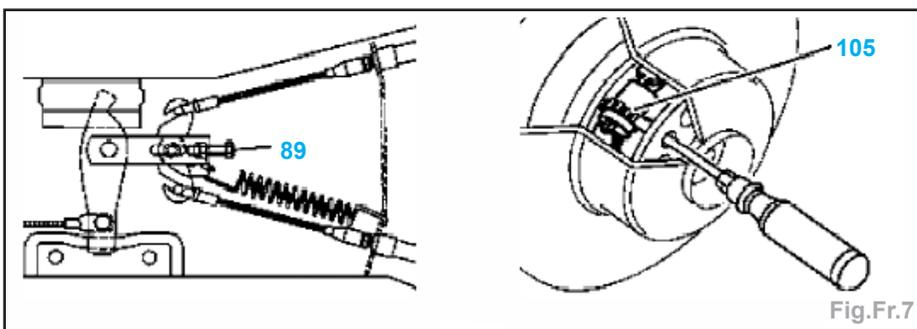

Fig.Fr.7
- Desserrer la roue de réglage (105) jusqu'à ce que la roue ou le disque de frein puissent être tournés complètement librement à la main (Fig.Fr.7).